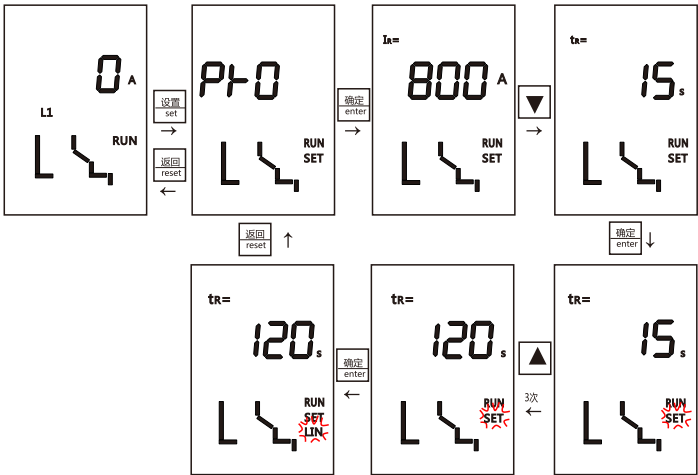
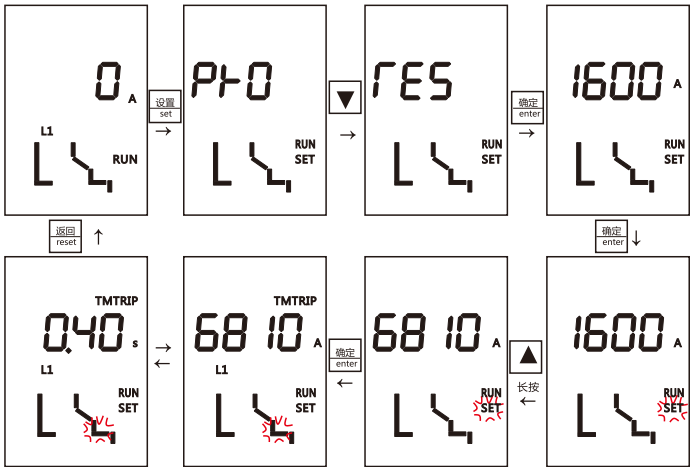
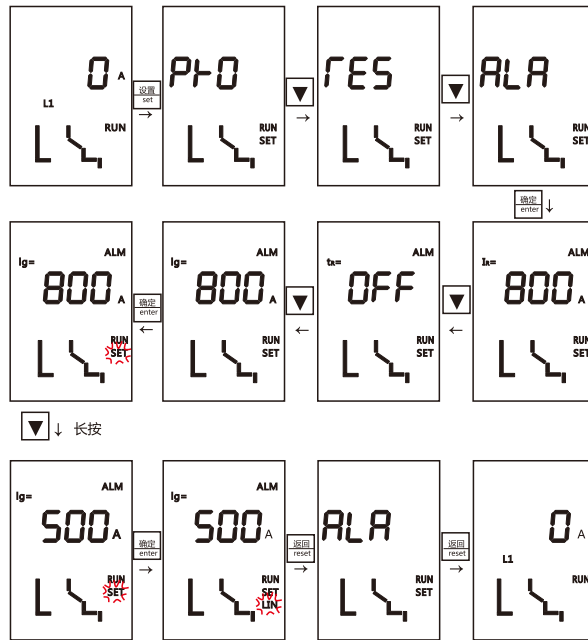

图50 修改长延时设定时间操作
图51 软件模拟短延时脱扣试验操作
图52 设置接地报警电流阈值操作
7.6.6.5.2 设置状态：缺省界面按“设置”按键，进入设置状态，在设置状态可查询及修改电流保护参数，可进行软件模拟试验脱扣，可查询及设置过载预报警、接地报警阈值及延时时间。设置状态“SET”指示灯长亮或闪亮，闪亮时可按“▲”或“▼”按键对数据进行加或减操作，按“确认”键存储数据。示例见图50、图51、图52